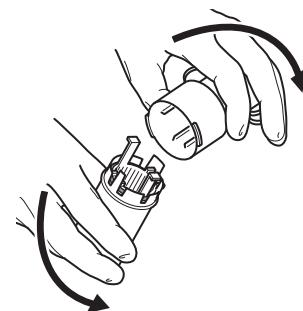

Figura 9 Rimozione del coperchio del collettore
1. Rimuovere il coperchio del collettore dopo la procedura chirurgica (Figura 9).